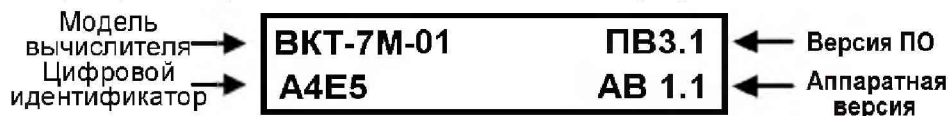

Рис. 3.3 – Индикация модели и идентификация версии ПО
Версия встроенного ПО и контрольная сумма ПО отображается на индикаторе вычислителя (рис.3.3).
– информацию о приборе (рис. 3.3);